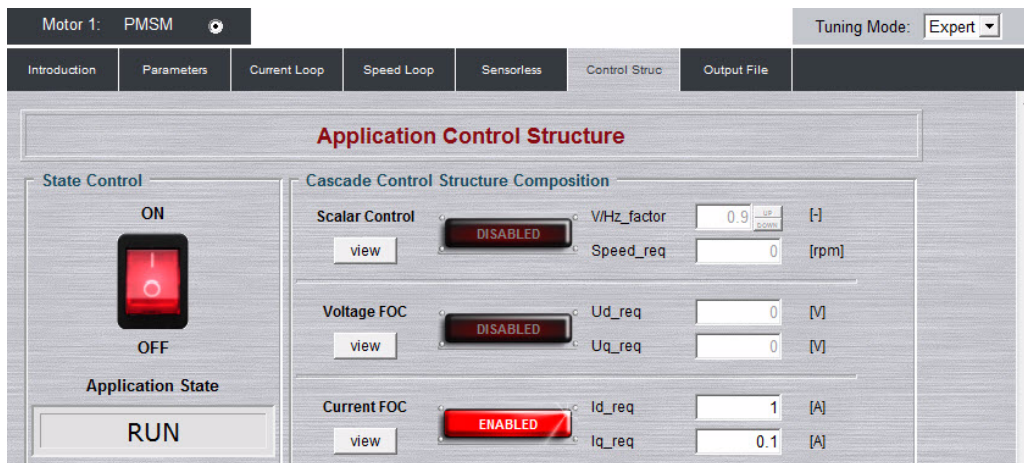

图6. 生成位置与估计位置
4. 选择Control Structure选项卡，切换到Current FOC，将Iq_req设为一个非常低的值（例如0.1），然后对Id_req赋值。记录器上显示了控制环路的响应情况，见图6。